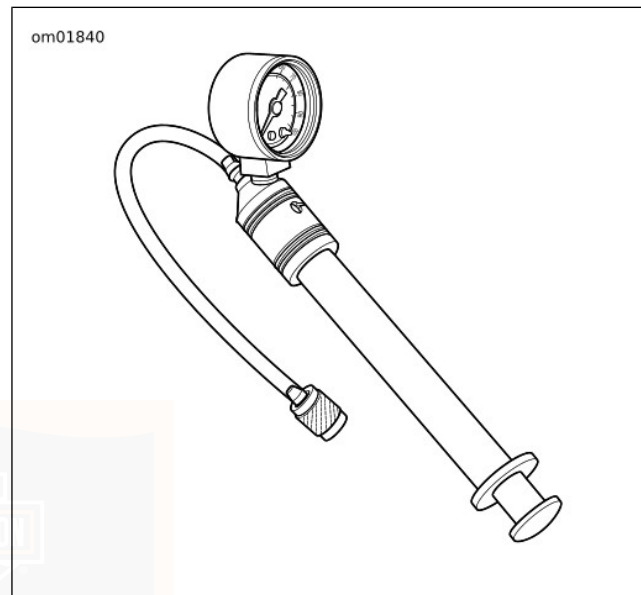

Figure 30. Jauge et pompe de suspension pneumatique (HD-34633)
3. Voir Figure 30. Attacher la AIR SUSPENSION PUMP AND GAUGE (JAUGE ET POMPE DE SUSPENSION PNEUMATIQUE) (N° DE PIÈCE : HD-34633) sur la valve pneumatique. Ajouter ou retirer de l'air dans l'amortisseur pour obtenir la pression spécifiée pour la charge. Voir Tableau 18.